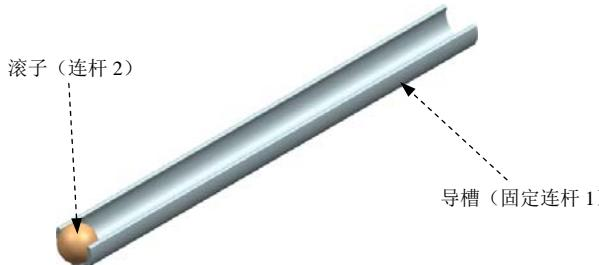

图 7.3.36 机构模型
下面举例说明使用栅格数字化驱动的应用。在图 7.3.36 所示的机构中, 模拟球形滚子在导槽内的滑动。
Step5. 定义固定连杆 1。选择下拉菜单  →  命令，系统弹出“连杆”对话框；选取图 7.3.36 所示的导槽为固定连杆 1；在 **质量属性选项** 下拉列表中选择 **自动** 选项；在 **设置** 区域中选中  **固定连杆** 复选框；在 **名称** 文本框中采用默认的连杆名称“L001”；单击  按钮，完成固定连杆 1 的定义。
Step6. 定义连杆 2。选取图 7.3.36 所示的球形滚子为连杆 2；在 **质量属性选项** 下拉列表中选择 **自动** 选项；在 **设置** 区域中取消选中  **固定连杆** 复选框；在 **名称** 文本框中采用默认的连杆名称“L002”；单击  按钮，完成连杆 2 的定义。